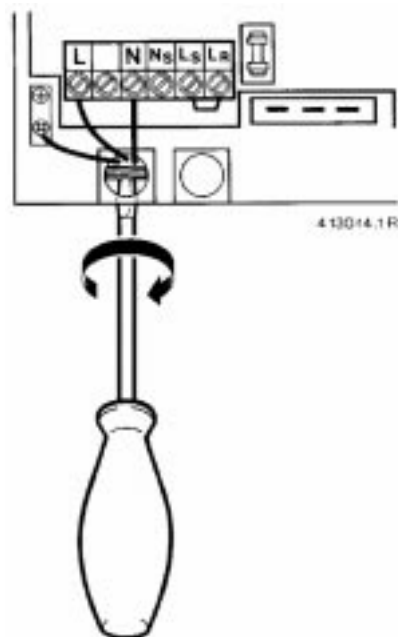

Fig : 14
- Fare passare il cavo attraverso la guarnizione del passacavo e collegarlo come da Fig14. (non invertire le polarità). Collegare il cavo di messa a terra.